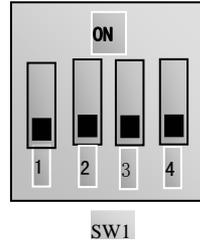

图 4-4
(2) 按方式键，进入编程菜单。
(3) 设置变频器的功能参数：
①进入 F203 参数，设置为 1，选择模拟通道 A11，0~5V 电压给定；
②进入 F208 参数，设置为 1，选择方向端子（OP5 设置为自由停机，OP6 设置为正转；OP7 设置为反转）控制运行；
(4) 对于变频器控制端子排附近有一四位红色拨码开关 SW1，如图 4-4 所示。拨码开关的作用是选择模拟量输入端子 A11/A12 的电压输入范围（0~5V/0~10V）或电流型模拟量输入。实际使用时通过 F203 来选择模拟量输入通道。按图示把开关 1 和 3 拨到 OFF 位置，选择 AI 通道 0~5V 电压调速。